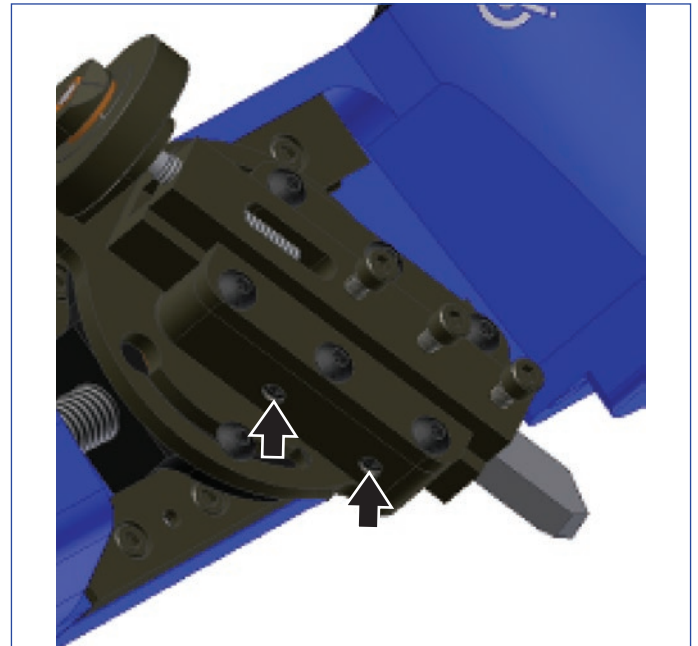

Figure 8
6. Enlever toute pollution du bloc outil en ajustant les vis de réglage du bloc outil (*voir figure 8*). Serrer ou desserrer légèrement les vis de réglage jusqu'à ce que la vis de réglage de profondeur tourne librement et sans effort.
Ajuster les vis de réglage à pointe en laiton (*voir figure 8*).